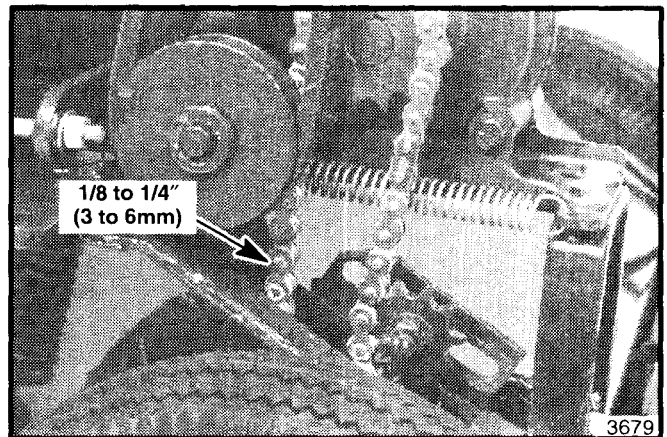

Figura 13. Tensión de la Cadena
5. Apriete la cadena ajustando el piñón intermedio hasta que únicamente exista 1/8 a 1/4" (3 a 6 mm) de movimiento en la cadena opuesta al piñón intermedio (vea la figura 13). Apriete los herrajes del piñón intermedio.